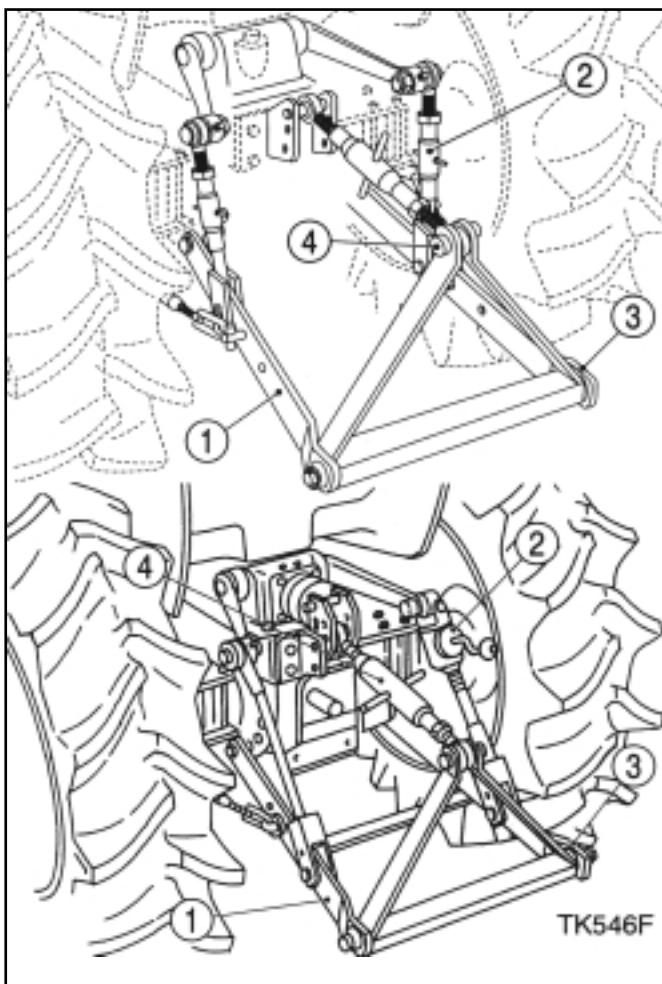

FIG. 59 / ABB. 59 / FIG. 59
Glissez la boule de la tige inférieure gauche (1) dans la Fig. 59 autour de la goupille de l'accessoire et montez une goupille de sécurité.
Attachez la tige supérieure (4) dans la Fig. 59 à la partie supérieure du cadre de l'attelage à l'aide de la goupille fournie avec le tracteur. Tournez la partie centrale de la tige pour l'allonger ou la raccourcir, et alignez l'accessoire de l'avant à l'arrière.
Den Kugelkopf des unteren Lenkers (1) gemäß Abb. 59 auf den Tragzapfen des Anbaugeräts schieben und mit der Lünse sichern.
Schuif de kogel van de linkse hefarm (1) in Fig.59 over de overeenkomstige pen op het werktoog en vergrendel met de borgpen.